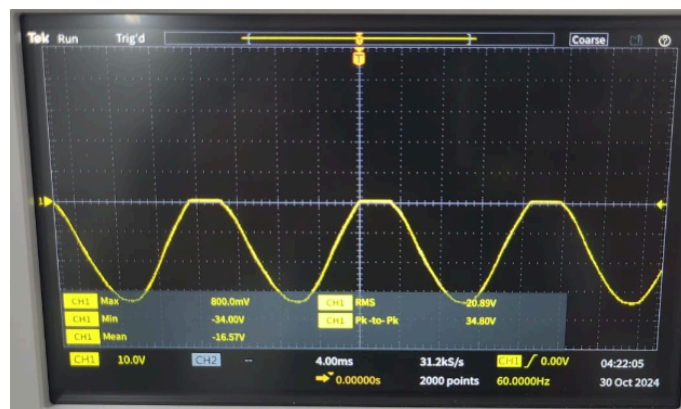

Figura 5: Forma de onda da tensão sobre o resistor.
A seguir deve-se verificar a tensão sobre o resistor Ro conforme o item [6] da seção 2. A Tabela 4 e Figura 5 retratam os valores médio, eficaz e a ondulação (ripple) de tensão sobre o resistor Ro.
- O diodo 1N4007 por não conduzir quando está reversamente polarizado, ao atingirmos uma tensão negativa, não haverá corrente como se pode notar na Figura 5, mantendo a tensão sempre acima de 0 V.